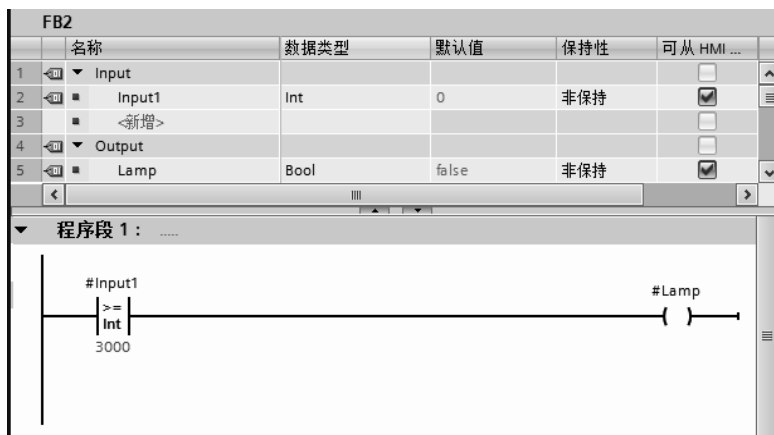

图 5-33 函数块 FB2
② 双击打开函数块 FB2，如图 5-33 所示，FB2 能实现当输入超过 3000 时报警的功能。